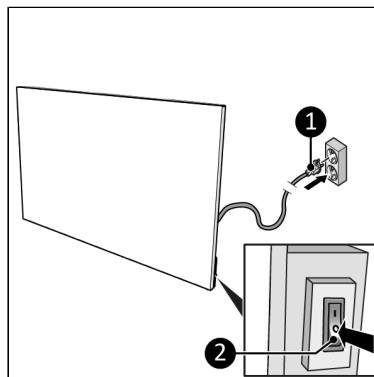

Abbildung 34.
2. Stellen Sie sicher, dass sich der EIN/AUS-Schalter in der AUS-Position befindet (Abbildung 34, Pos. 2).
3. Stecken Sie den Netzstecker (Abbildung 34, Pos. 1) in eine leicht zugängliche geerdete Steckdose. Verwenden Sie eine geerdete Steckdose mit einer Mindestleistung von 800 Watt.